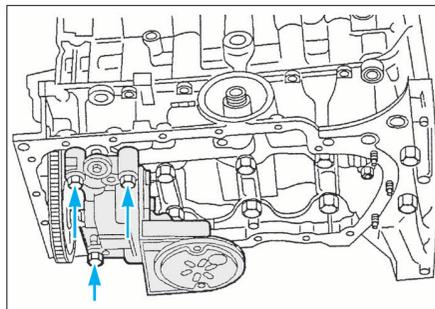

FIG. 22
- Déposer les vis de fixation de la pompe à huile (Fig.22).